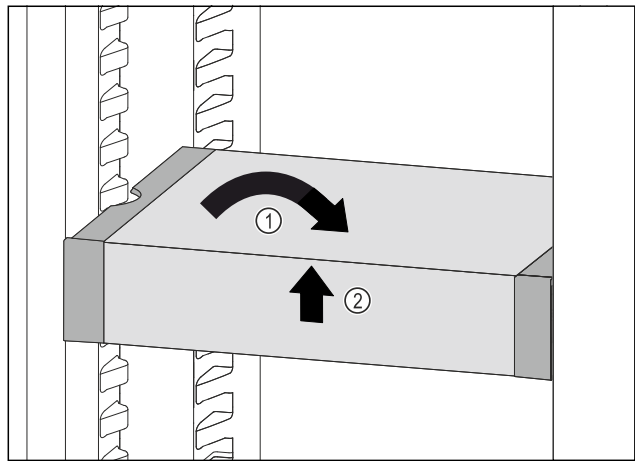

Fig. 89
- ▶ VarioSafe recht zetten. Fig. 89 (1)
- ▶ VarioSafe aan voorkant optillen. Fig. 89 (2)